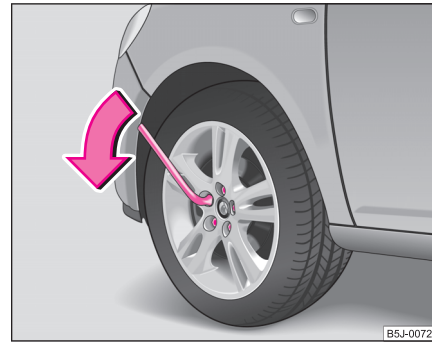

Abb. 171 Radwechsel:
- Fassen Sie am Schlüsselende an und drehen Sie die Schraube etwa **eine** Umdrehung nach links ⇒ Abb. 171.